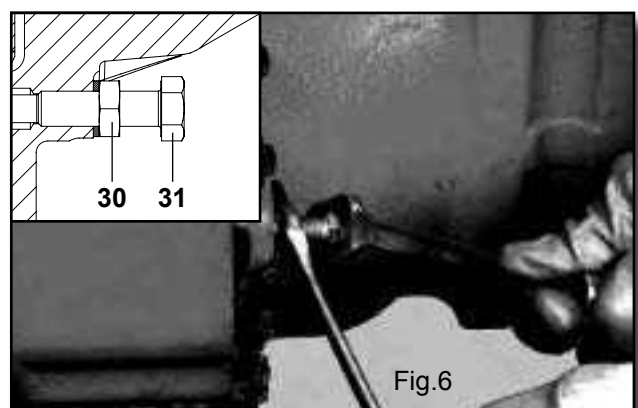

Fig.6
Bloccare la posizione con i dadi (30). **ATTENZIONE!** Mantenere la posizione delle viti (31) quando si bloccano i dadi (30); dopo il bloccaggio, ricontrollare la sporgenza delle viti (31). fig.6